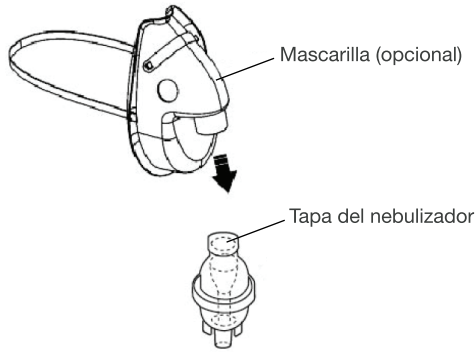

Figura 4
7. Si usa la mascarilla (opcional), presiónela directamente sobre la tapa del nebulizador. (Figura 4)